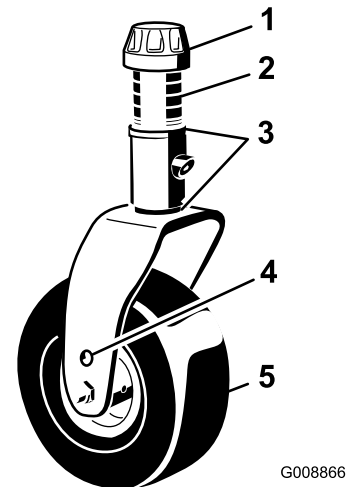

Figura 30
3. Ajuste los suplementos de 3 mm de las horquillas de las ruedas giratorias delanteras hasta que la altura de corte se corresponda con la marca de la pegatina (Figura 30); consulte Ajuste de la altura de corte \(página 29\).